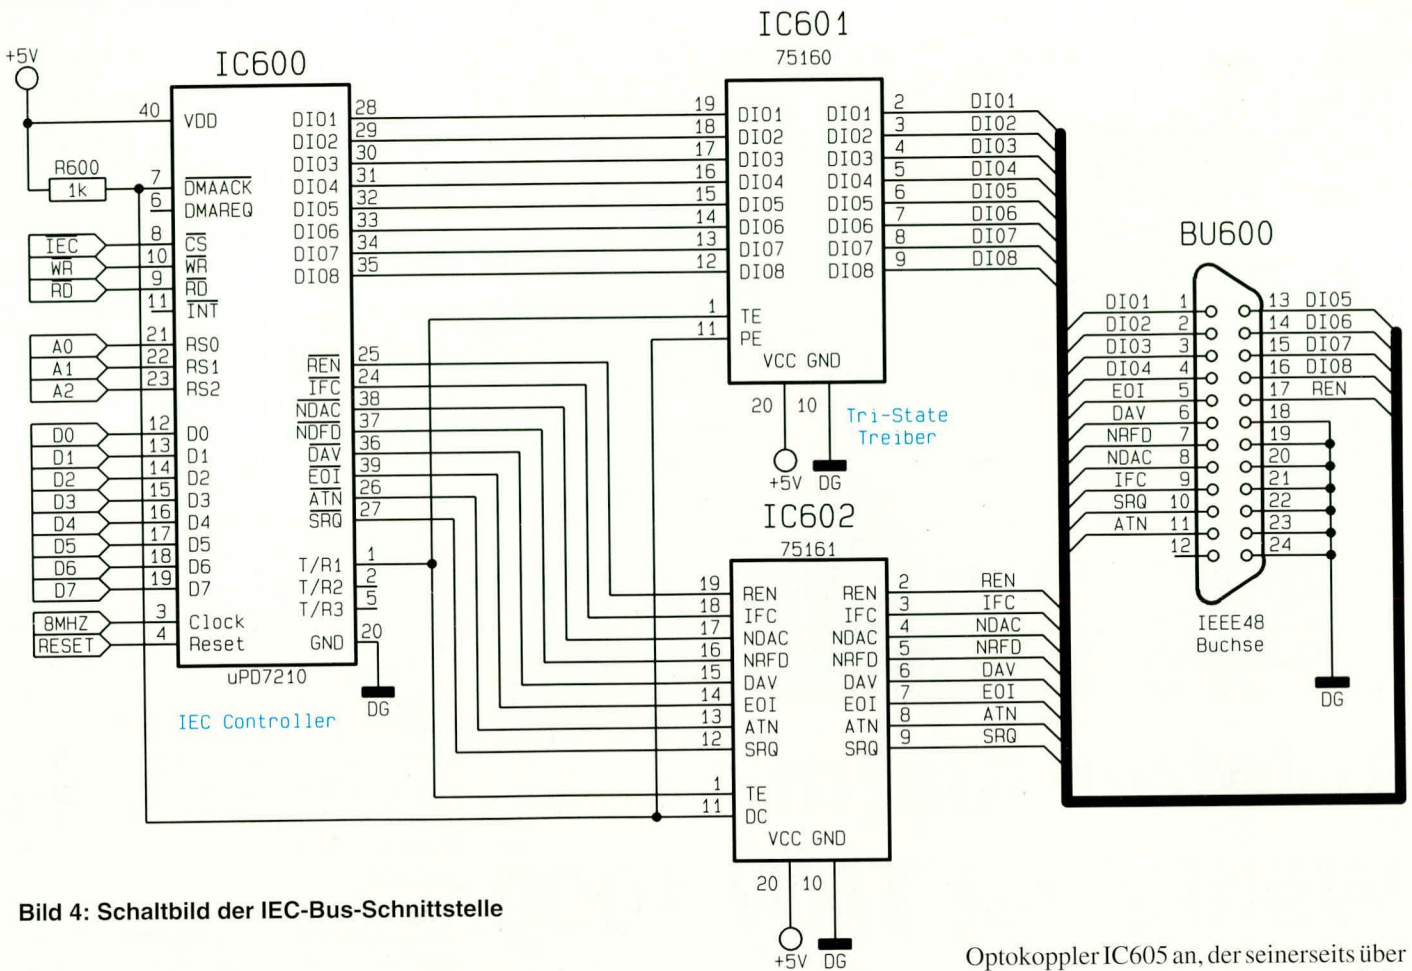

Bild 4: Schaltbild der IEC-Bus-Schnittstelle
**IEC-Bus-Schnittstelle (Bild 4)**